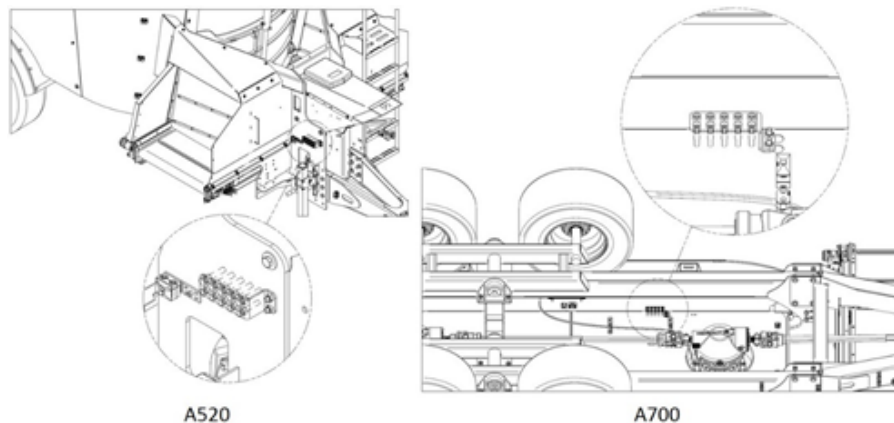

Figure 41 — Emplacement des boulons de sécurité sur les SMARTMIX A520 et A700
3. Installez un nouveau boulon (M12x65 12.9) (Figure 41).
3. Installez un nouveau boulon (M10x60 8.8) (Figure 41).